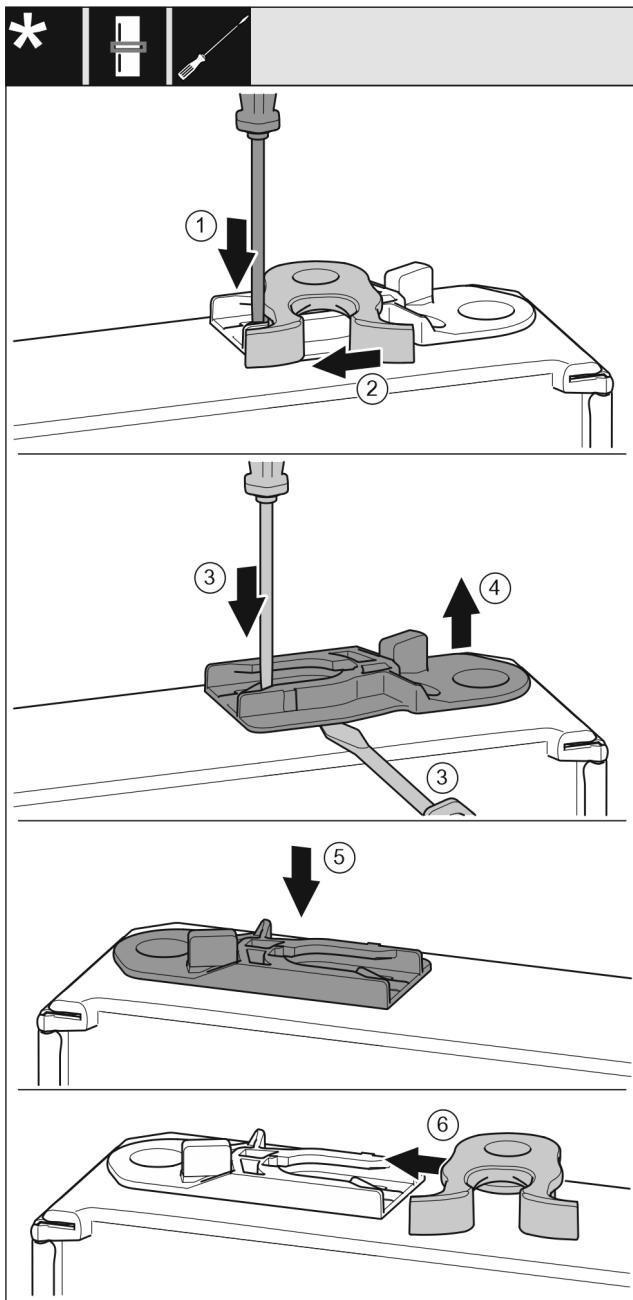

Fig. 17
- ▶ Πιέστε το αυτάκι με ίσιο κατσαβίδι προς τα κάτω. Fig. 17 (1)
- ▶ Τραβήξτε το άγκιστρο κλεισίματος από τον οδηγό. Fig. 17 (2)
- ▶ Τραβήξτε έξω την υποδοχή-οδηγό: Πιέστε το αυτάκι με ίσιο κατσαβίδι και ταυτόχρονα περάστε με το ίσιο κατσαβίδι κάτω από την υποδοχή-οδηγό. Fig. 17 (3, 4)
- ▶ Ωθήστε την υποδοχή-οδηγό που έχετε παραλάβει στην άλλη πλευρά του περιβλήματος. Fig. 17 (5)
- ▶ Ωθήστε το άγκιστρο κλεισίματος στον οδηγό. Fig. 17 (6)